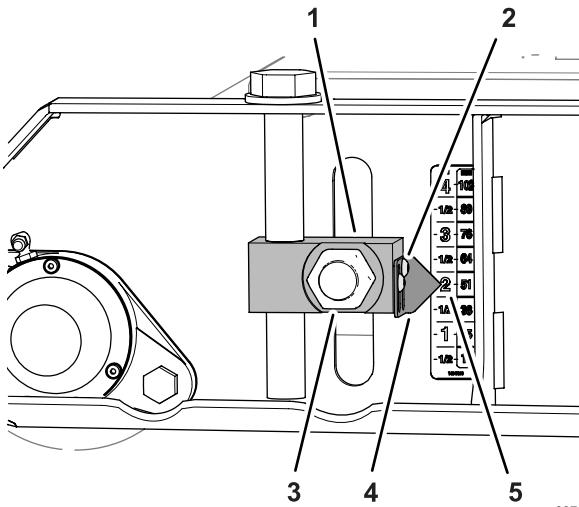
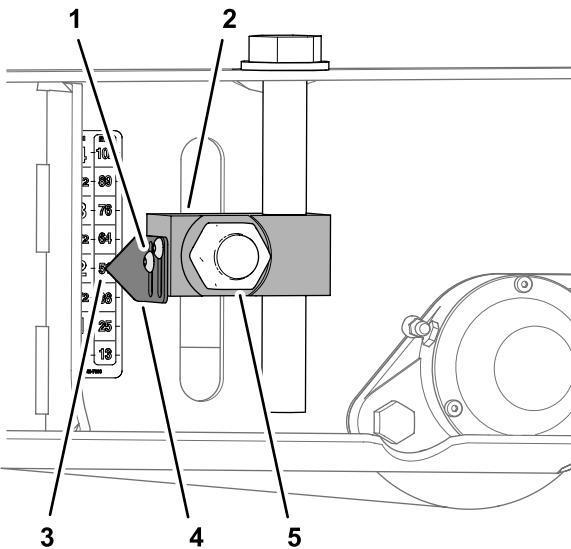

Figure 82
Figure 84
3. Desserrez les 2 vis à tête creuse qui fixent le pointeur au bloc de réglage de hauteur de coupe, alignez le pointeur sur le repère de 51 mm (2 po) sur l'autocollant, et serrez les vis (Figure 82).
6. Desserrez les vis à tête creuse qui fixent les 2 pointeurs au bloc de réglage de hauteur de coupe, alignez les pointeurs sur le repère de 51 mm (2 po) sur l'autocollant, et serrez les vis (Figure 84).
7. Serrez les 4 écrous qui fixent les 4 blocs de réglage de hauteur de coupe (Figure 82 et Figure 84) sur les rouleaux avant et arrière à un couple de 322 à 396 N·m (238 à 292 pi-lb).